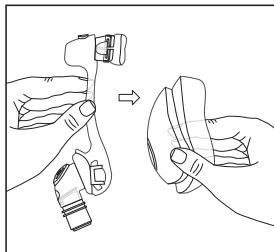

Figure 8
3. **Coussinet du masque** - Saisissez et tirez pour enlever de la structure du masque (figure 8).